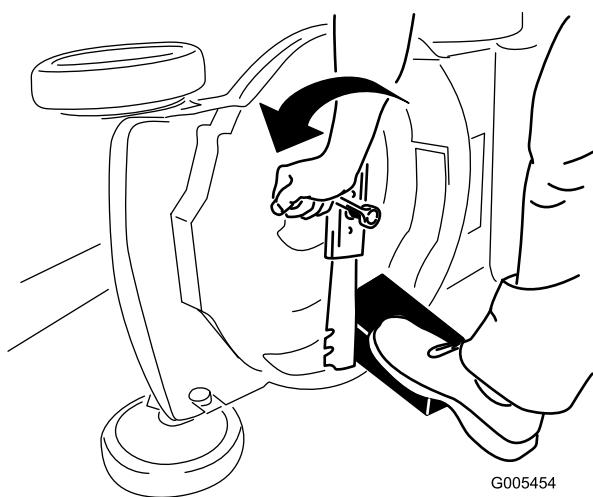

Figure 52
4. Déposez la lame mais ne jetez pas les fixations (Figure 52).
3. Immobilisez la lame avec un morceau de bois (Figure 52).